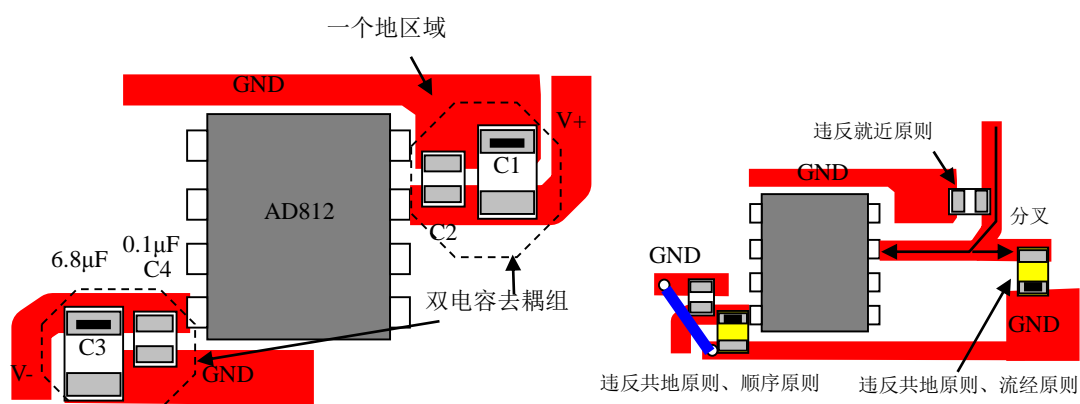

图 4-5 不考虑其它因素的运放电源理想状态下的电容配置方案，右图错误实例
- 3) 就近原则：C2 小电容应该无限靠近芯片电源脚根部，而 C1 也尽量靠近 C2。也有将一个 C1 设计到电源入端，而将多个 C2 设计到各自的电源根部。图 4-5 是一个放大器电源电容配置的布线图，左边图是标准的值得借鉴的，右边的很差劲。